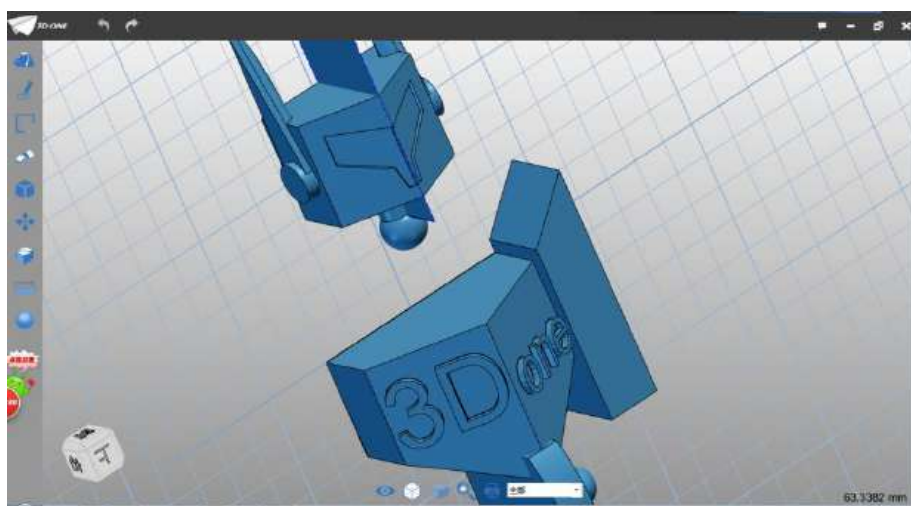

图 3-5
Step 5 点击确定，完成倒角设置，如下图 3-5 所示：